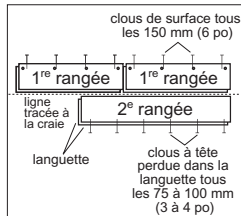

Figure 8
- Utiliser une cloueuse pneumatique pour enfoncer des clous perpendiculairement dans la rainure, à 1/2" de la bordure, à des intervalles de 6" et à 1" à 2" de chaque extrémité puis à un angle de 45° dans l'espace pour les clous sur le dessus de la languette (figure 8) OU pré-percer les trous pour les clous à 1/2" de la bordure arrière (rainure), à 1" à 2" de chacune des extrémités, à des intervalles de 6". Pré-percer au même intervalle, à un angle de 45° dans l'espace pour les clous sur le dessus de la languette (figure 8). Enfoncer les clous perpendiculairement dans le côté de la rainure, là où des trous ont été pré-percés. Lorsque cela est fait, clouer à clous perdus à un angle de 45° dans la languette de la première rangée. Fixer avec des clous 4 ou 6d. Fraiser les clous pour qu'ils soient égaux avec la rainure. Utiliser un chasse-clou pour fraiser les clous et éviter de meurtrir le bois. Continuer à clouer à clous perdus en utilisant la même méthode pour les rangées suivantes, jusqu'à ce que l'agrafeuse puisse être utilisée.